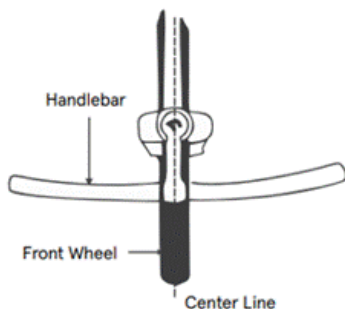

Figure 4
1. Desserrez les boulons hexagonaux de la potence du guidon pour retirer la plaque frontale (voir Fig 4).